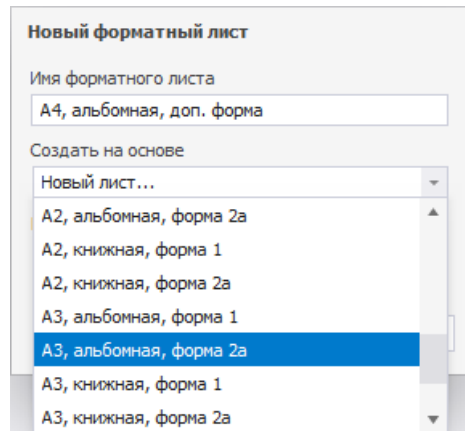

Рис. 62 Выбор исходного формата
4. Выберите исходные данные для создания нового шаблона листа с помощью выпадающего списка в пункте «Создать на основе», см. Рис. 62.